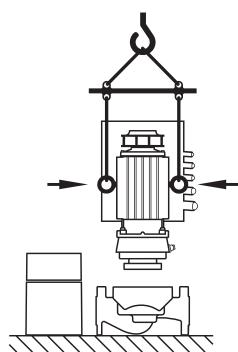

Fig.25: Transport głowicy silnika
**noszenia i transportu głowicy silnika (rys. 25), a nie do transportu całej pompy ani do odłączania głowicy silnika od korpusu pompy (należy pamiętać o uprzednim demontażu i późniejszym montażu elementów dystansowych).**